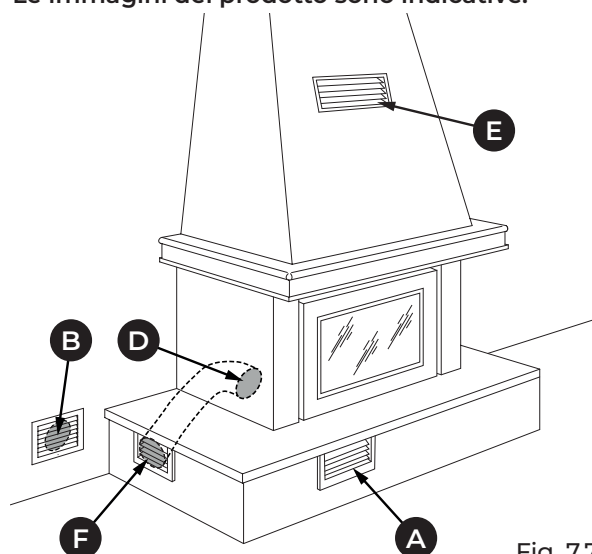

Fig. 7.7
- Fig. 7.7: presa d'aria (F) sul rivestimento, canalizzate fino al focolare. Griglia inferiore (A) in dotazione sul rivestimento e foro a muro (B) per il ricircolo dell'aria ambiente.